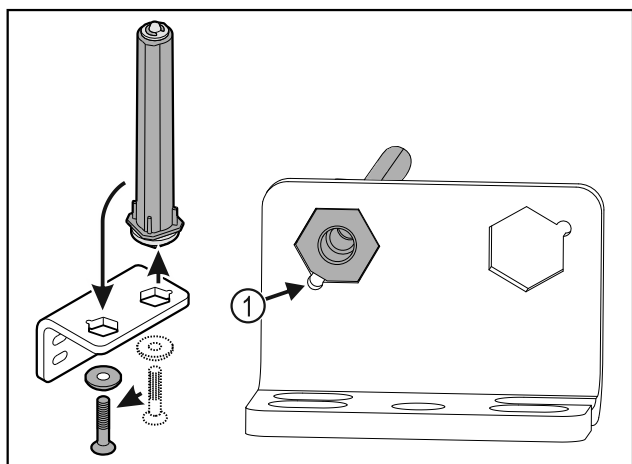

Fig. 35
- ▶ Pass på at den skrå kanten på boltene Fig. 35 (1) peker mot det runde hullet under innsetningen.